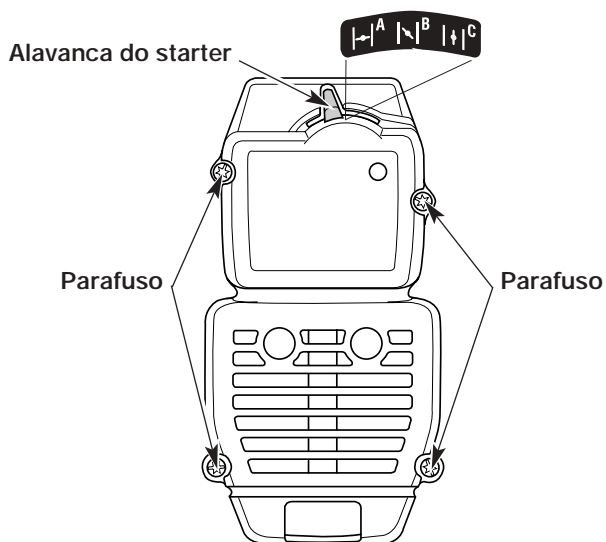

Fig. 21
1. Coloque a alavanca do starter na posição intermédia (B).
**NOTA:** A alavanca do starter deve estar na posição intermédia (B) (Fig. 21) para que o cárter do filtro de ar/escape possa ser retirado.
2. Retire os quatro (4) parafusos de retenção do cárter do filtro de ar/escape (Fig. 21). Utilize uma chave de fenda de lâmina plana ou com uma ponteira Torx n°T20.
**NOTA:** A alavanca do starter deve estar na posição intermédia (B) (Fig. 21) para que o cárter do filtro de ar/escape possa ser instalado.
2. Introduza os quatro (4) parafusos nos orifícios do cárter do filtro de ar/escape (Fig. 21) e aperte-os. Utilize uma chave de fenda de lâmina plana ou com uma ponteira Torx n°T20. Não aperte demais e sem forçar.